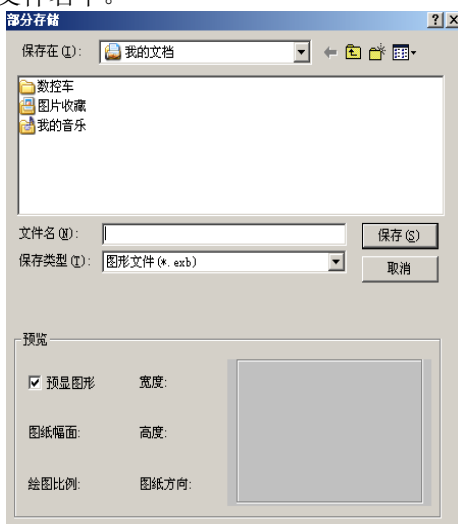

图 2-23 部分存储文件对话框
(1) 单击子菜单中的【部分存储】菜单项，系统提示：【拾取元素：】
(2) 拾取要存储的元素，拾取完后用鼠标右键确认。然后系统提示：【请给定图形基点：】
(3) 指定图形基点后，系统弹出一个如图 2-23 所示的部分存储对话框，输入文件名后，即将所选中的图形存入给定的文件名中。